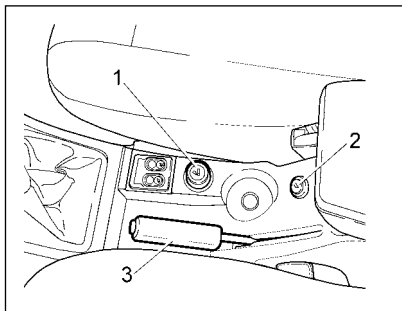
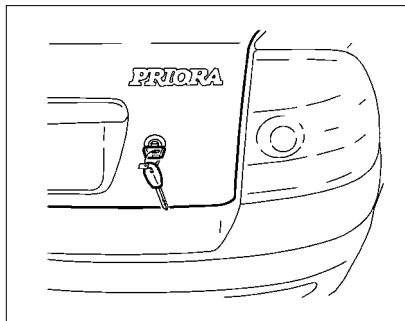

Рис. 25. Прикуриватель и выключатель привода замка багажника (двери задка)
Рис. 29. Открывание багажника
**Прикуриватель 1** (рис. 25) работает при включенном зажигании. Для использования прикуривателя нажмите на кнопку подвижной части до ее фиксированного положения в патроне. Примерно через 20 секунд подвижная часть автоматически возвращается в исходное положение и готова к применению по назначению.
**Выключатель привода замка багажника (двери задка) 2** (рис. 25). Для отпираания замка нажмите на кнопку выключателя. После отпущения руки кнопка возвращается в исходное положение.
Замок крышки багажника открывается кнопкой  на пульте дистанционного управления или поворотом по часовой стрелке ключа в замке (рис. 29), или из салона **выключателем 2** (см. рис. 25). При открывании крышки багажник освещается плафоном, если включены **габаритные огни**.
**22 – прикуриватель** (работает при включенном зажигании). Для пользования нажмите на рукоятку подвижной части до фиксированного положения. Примерно через 20–27 секунд подвижная часть автоматически возвращается в исходное положение, прикуриватель готов к применению (см. рис. 25).
**нии).** Для отпирания замка нажмите на кнопку (см. рис. 25).